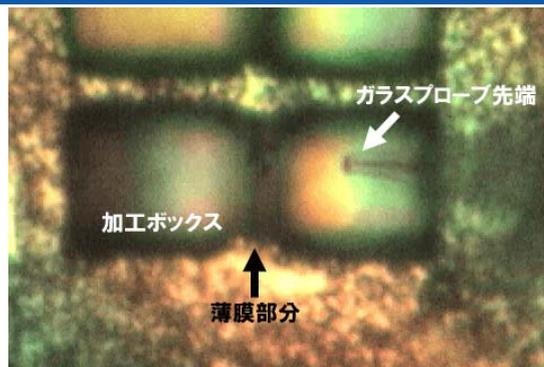

Fig. 2-16 ピックアップ手順 4
- ④ 光学顕微鏡の倍率 500 倍で観察しながら油圧ハンドルの X, Y, Z を操作し、FIB の加工ボックスにガラスプローブの先端が入る (Fig. 2-16) ようにする (これよりガラスプローブの操作は慎重に行う)。